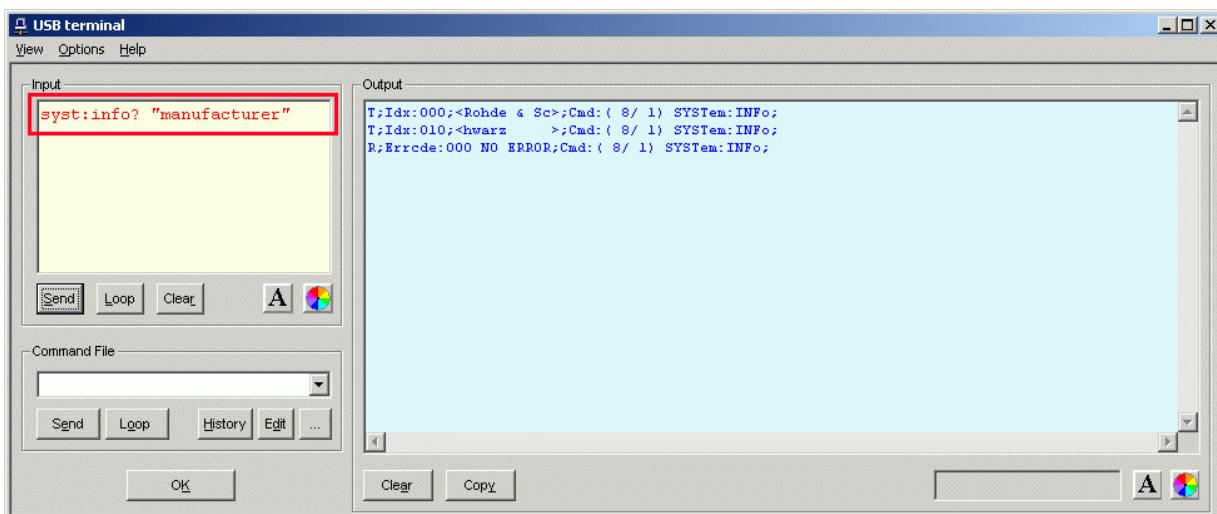

Bild 3-1 Senden von Befehlen über Eingabefeld **Input**
- Die Befehle werden in das Eingabefeld **Input** eingegeben (Bild 3-1). Mehrere aufeinander folgende Befehle können zeilenweise untereinander stehen. In Tabelle 3-1 sind die dem Eingabefeld **Input** zugeordneten Buttons beschrieben.